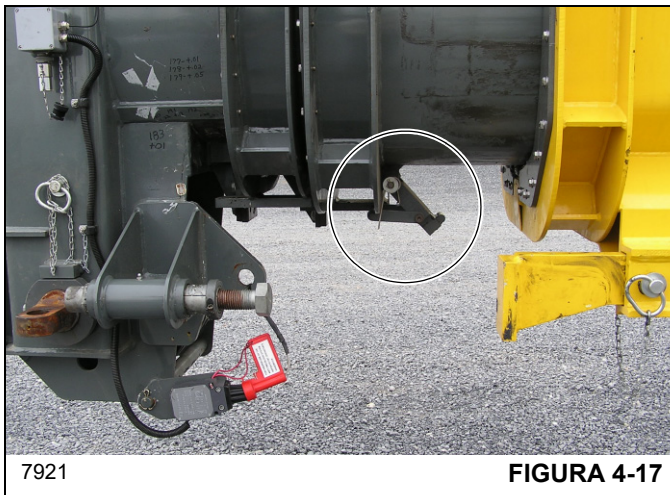

FIGURA 4-17
- Puxe para baixo a alça para desengatar o calço de parada da extensão da lança acionado por mola (Figura 4-17). Coloque a alça na placa de retenção.